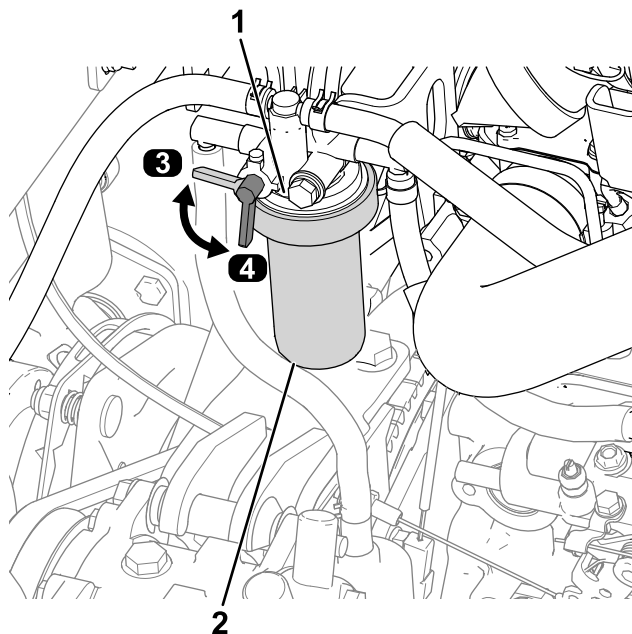

图 59
1. 将燃油阀杆转至关闭位置 图 59。
2. 清理燃油滤清器头附近的区域 图 59。
3. 拆下滤清器并清洁滤清器头安装面 图 59。
6. 将燃油阀杆转至开启位置 图 59。